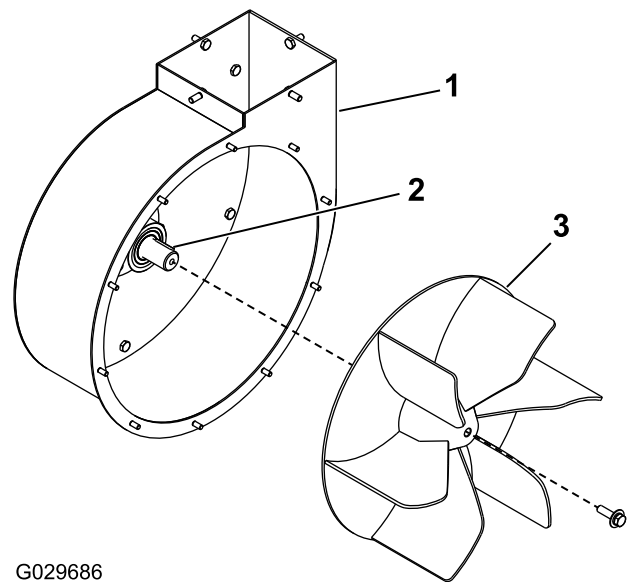

Figura 19
2. Rimuovete il bullone di fissaggio centrale della valvola (Figura 19).
1. Inserite la chiave nell'apposita scanalatura nell'albero di trasmissione (Figura 19) e utilizzate un bullone esagonale (M12 x 100) per spingere la lama sull'albero di trasmissione.